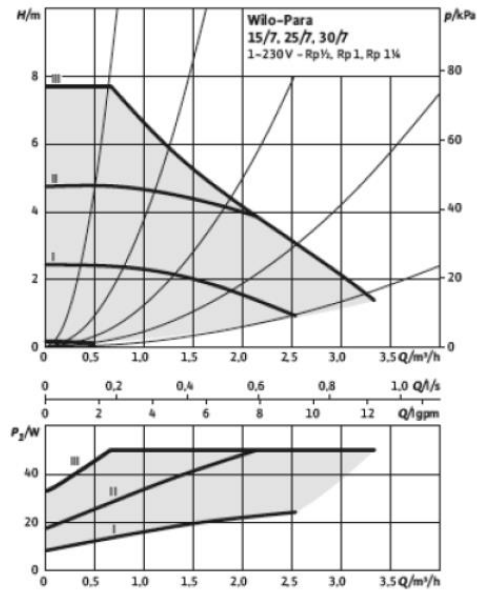

Figura 55 – Rendimiento de la bomba - Velocidades constantes I, II y III
- Selección de la curva característica (I, II e III - Figura 55) dentro del modo de control.